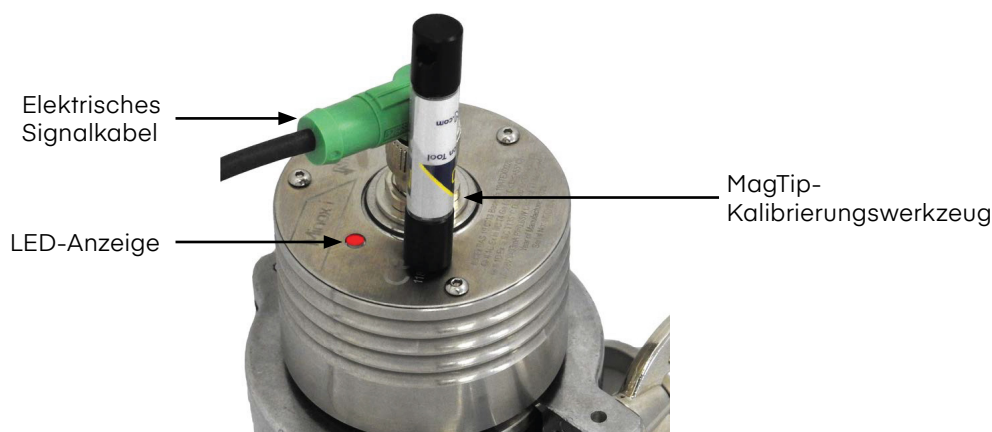

Abbildung 8 Minox i mit MagTip-Kalibrierungswerkzeug
4. Platzieren Sie den MagTip auf dem Minox-i-Hauptgehäuse neben der roten LED-Anzeige, wie in *Abbildung 8* gezeigt.
3. Platzieren Sie den MagTip auf dem Minox-i-Hauptgehäuse neben der LED-Anzeige, wie in *Abbildung 8* gezeigt. Die rote LED-Anzeige beginnt schnell zu blinken.